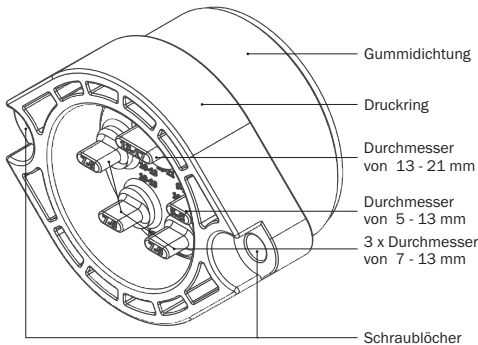

Abbildung 12.2: KRASO® BKP - Wand - Dichteinsatz - Telekommunikation - Blindstopfen mit Durchmessern
- Entfernen Sie die Blindstopfen des **KRASO® BKP - Wand - Dichteinsatz - Telekommunikation** entsprechend der ermittelten Durchmesser (s. Abbildung 12.2).